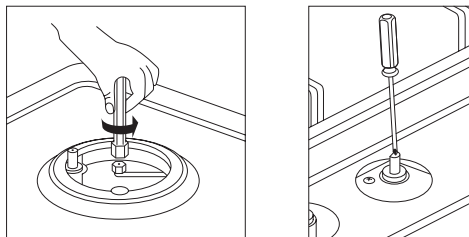

Рис. 9
- снимите ручку управления и вращайте ее регулировочный винт (расположен внутри ручки газового крана). Для уменьшения пламени – закрутите винт, для увеличения – ослабьте. (Рис. 9).
Горелка гаснет при установке рукоятки в положение «Слабое пламя»	<ul style="list-style-type: none">– Отверстия в горелке не забиты.– Вокруг нет сильных сквозняков.– Минимум подачи газа установлен корректно (см. Рис.9 и раздел «регулировка минимального пламени»).